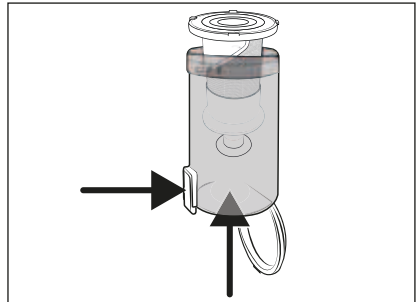

Abb. 18
- 3) Entnehmen Sie den Edelstahlfilter **6** aus dem Staubbehälter **7**, indem Sie die Staubbehälterdeckel-Entriegelungstaste **8** drücken. Schieben Sie dann den Edelstahlfilter **6** von unten aus dem Staubbehälter **7** heraus (siehe Abb. 18).